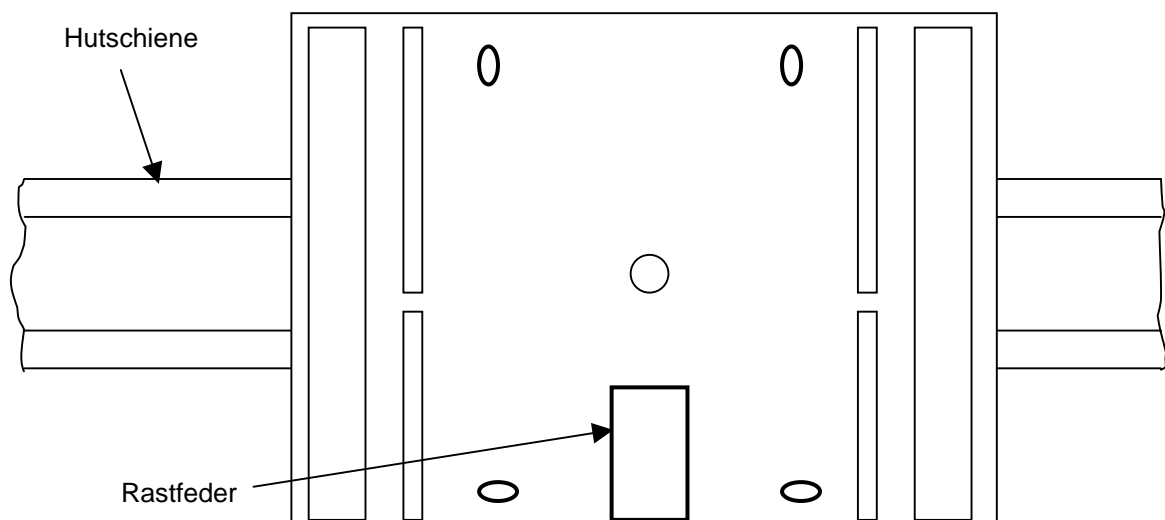

Abb. 3-2 Hutschiene-Montage
- Klemmensockel mittels Befestigungsnasen und Rastfeder auf der Hutschiene einrasten (siehe Abb. 3-2)